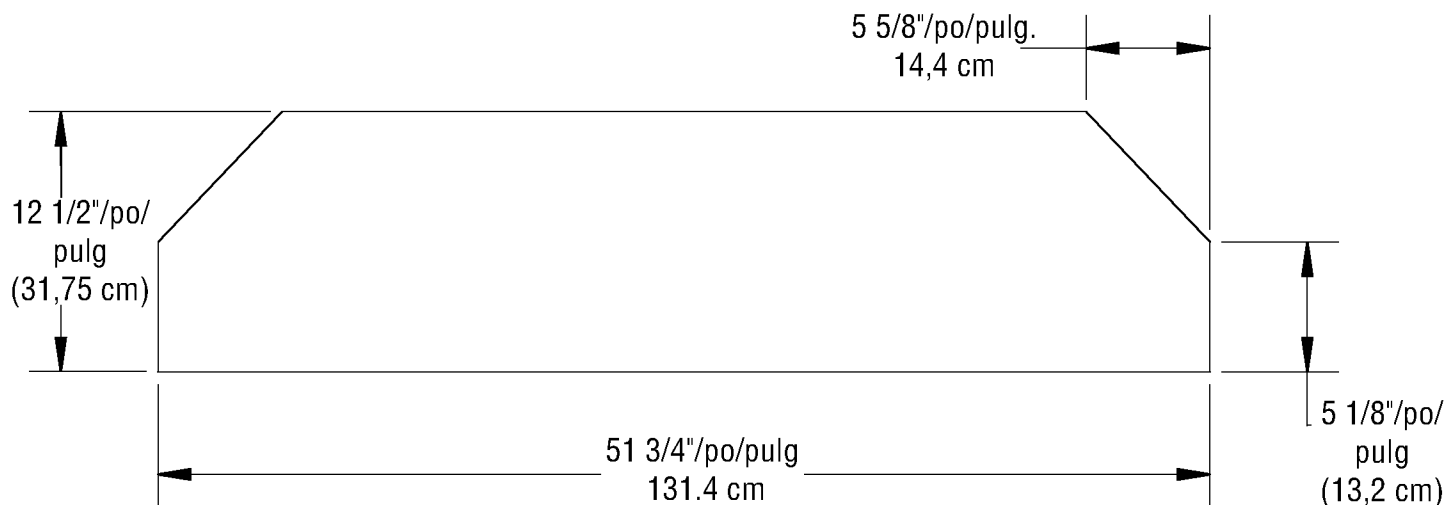

figure 1, figure 1, figura 1
1. Cut shelves to designated dimensions using 3/4" thick wood. See figure 1 above.
1. Coupez les étagères aux dimensions voulues dans du bois de 3/4 po d'épaisseur. Consultez la figure 1 ci-dessus.